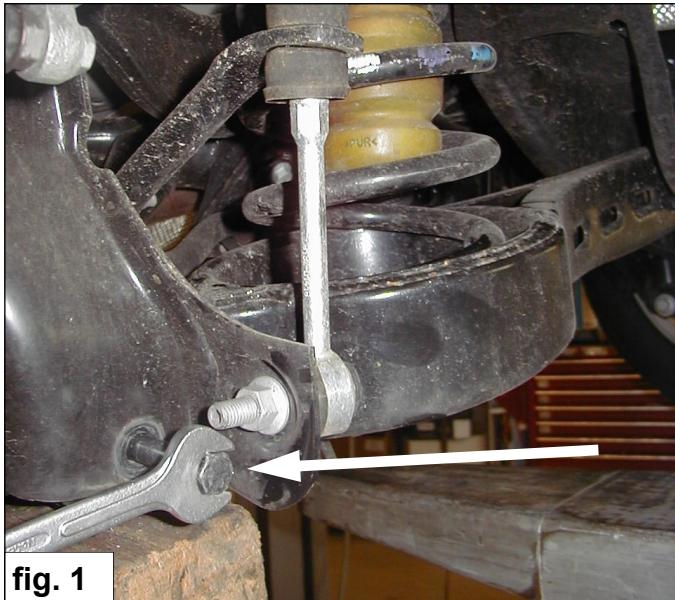

fig. 1
2. Unterstützen Sie den Tragarm und entfernen Sie den Tragarmbolzen an der Radseite. (Siehe Abb. 1) Achten Sie darauf, dass der Tragarm unter Federspannung ist.
2. Soutenez le bras de suspension et enlevez le boulon du bras de suspension côté roue. Voir fig. 1. **Attention: le bras de suspension est sous tension.**